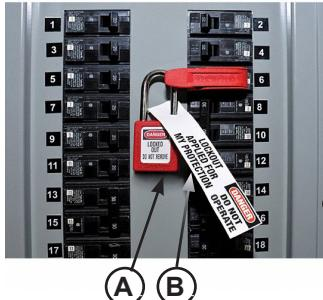

Figure 46
Lors de tous travaux sur les commandes électriques ou électroniques, s'assurer que la source d'alimentation électrique est étiquetée (B) et verrouillée (A) conformément aux règles de l'OSHA* et aux codes de l'électricité en vigueur (voir Figure 46).